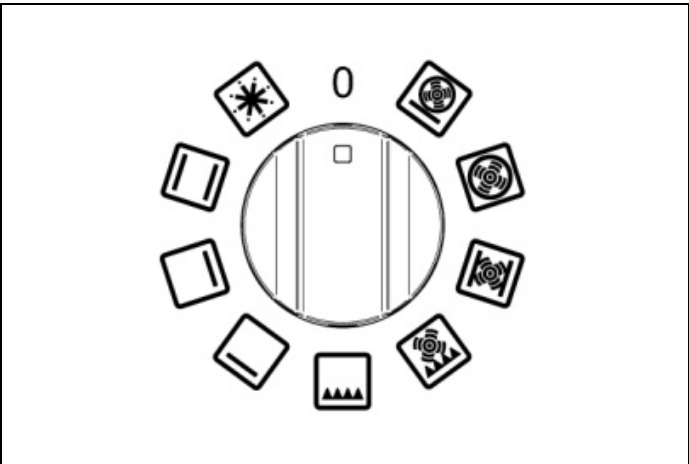
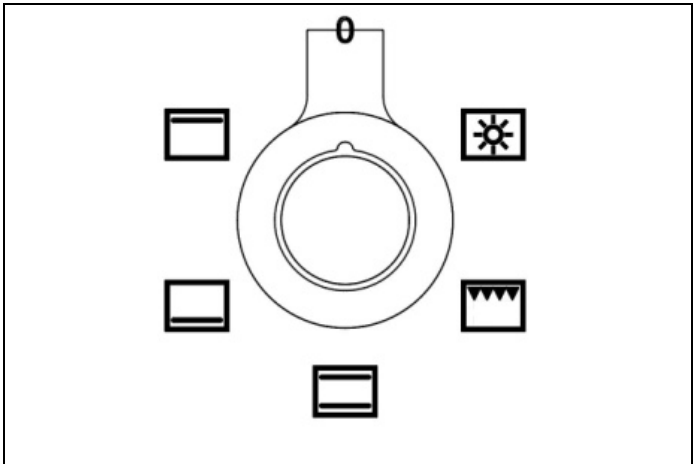
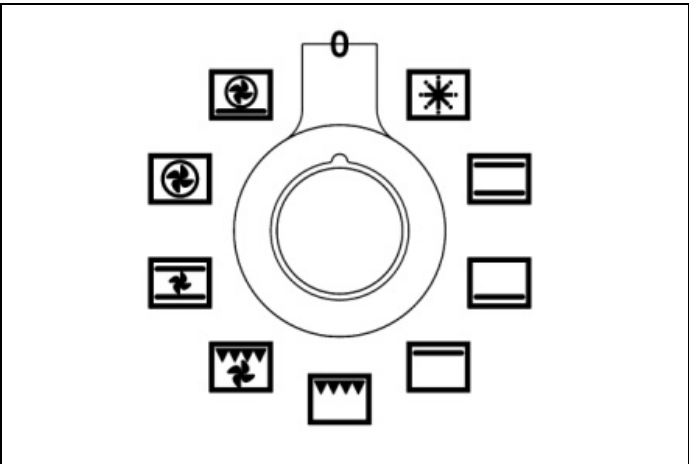
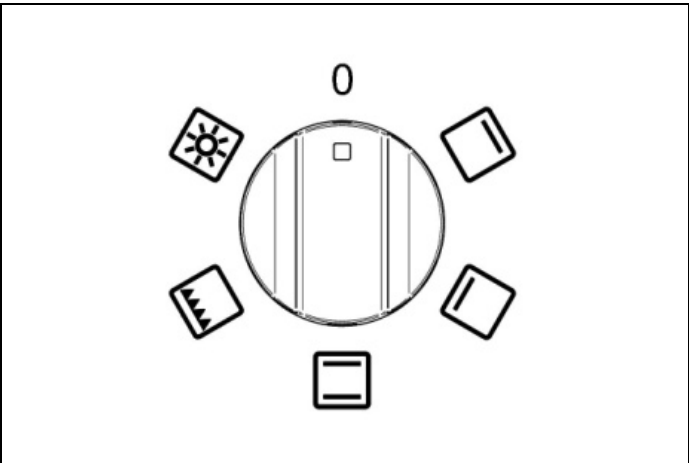

Fig. 19
Fig. 22
Fig. 20
Fig. 21
- 1) Drej funktionsknappen (Fig. 19 - Fig. 20 e Fig. 21 - Fig. 22) med uret for at vælge den ønskede funktion.